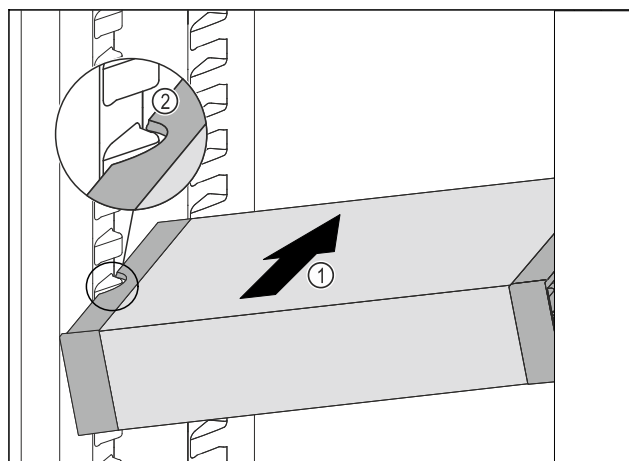

Fig. 104
- Skyv VarioSafe skrått inn i kjøleskapsdelen Fig. 104 (1), til utsparingene på sidene av Fig. 104 (2) VarioSafeser på nivå med rillene i kjøleskapet.